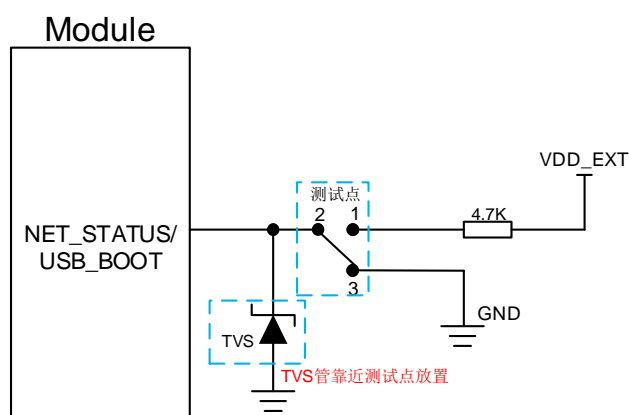

图 33: USB\_BOOT 接口参考设计电路
2. 使用 MCU 控制模块进入强制下载模式时按照如上时序图进行控制，在给模块 VBAT 上电前不建议上拉 NET\_STATUS/ USB\_BOOT 到 VDD\_EXT；手动强制下载方式按照图 33 所示短接测试点即可。